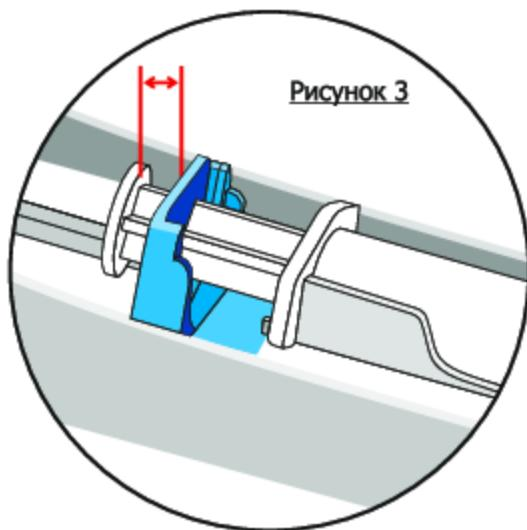

Рисунок 3
- Если шприц не входит и поршень шприца выступает за толкатель шприца, а вы всё же хотите использовать этот шприц, то после полного выдавливания лекарства инъектор не извлечет иглу из тела (не отщелкнется). Понадобится извлечь иглу вручную (просто подняв инъектор). Это не является неисправностью инъектора (Рис. 3).